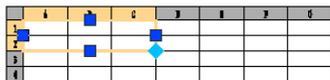
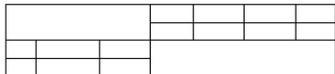

图 7.3.7 选取单元
图 7.3.8 合并单元
- 选中表格，右击，从系统弹出的快捷菜单中选择  特性 (P)，在“特性”窗口中修改表格属性。
Step6. 合并单元。选取图 7.3.7 所示的单元。在左上角的单元中单击，按住 Shift 键不放，在欲选区域的右下角单元中单击；右击，在系统弹出的快捷菜单中选择  合并  全部 命令；参照前面操作，完成图 7.3.8 所示的单元的合并。